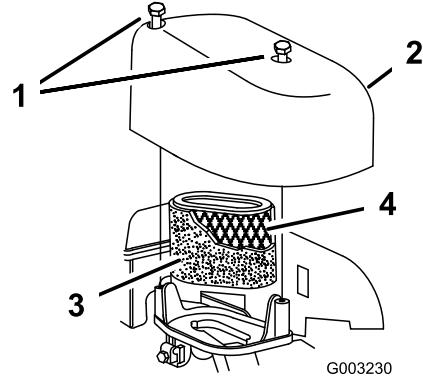

Figura 34
- Togliete le viti che fissano il coperchio del filtro dell'aria (Figura 34).